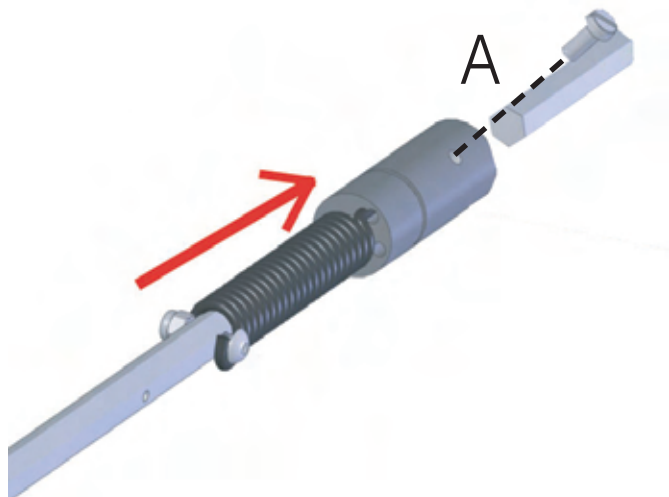

Fig. 14
- 3) Introduire l'axe dans le bâti moteur et serrer fortement la vis A. (Fig. 14)